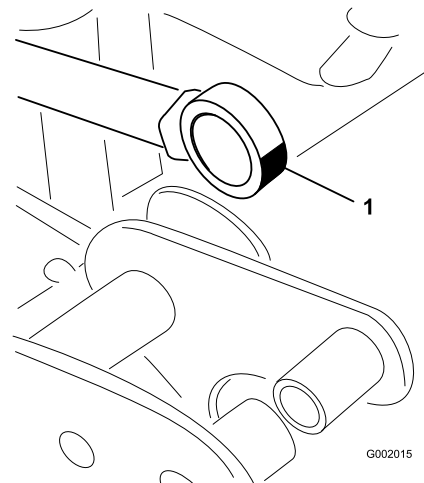

Figure 43
5. Manipulez le côté roulement de la tige d'actionneur et appliquez de la graisse dans le roulement (Figure 43). Essuyez tout excès de graisse.